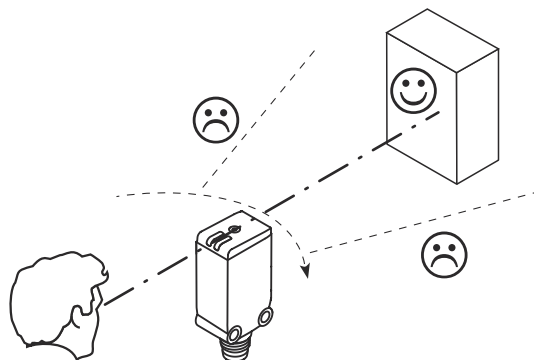

Figura 4: Alinhamento do sensor
3. Alinhe o sensor com o objeto. Selecione a posição de forma que o jato de luz vermelha emitido atinja o centro do objeto. Você deve garantir que a abertura ótica (vidro frontal) do sensor esteja completamente desimpedida. ver figura 4, página 157